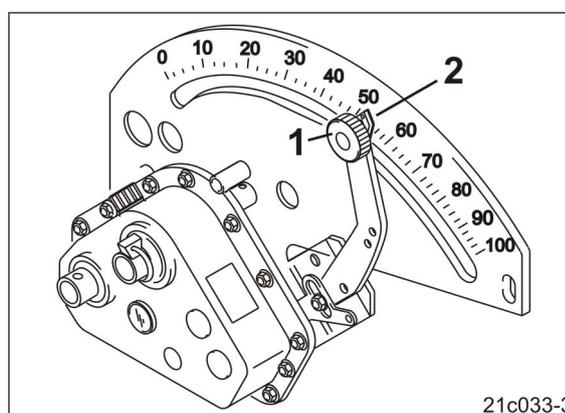

Fig. 50
3. Soltar el botón giratorio (Fig. 50/1).
4. Colocar el indicador (Fig. 50/2) desde abajo sobre el número de ajuste del engranaje de la escala (Fig. 50/3).